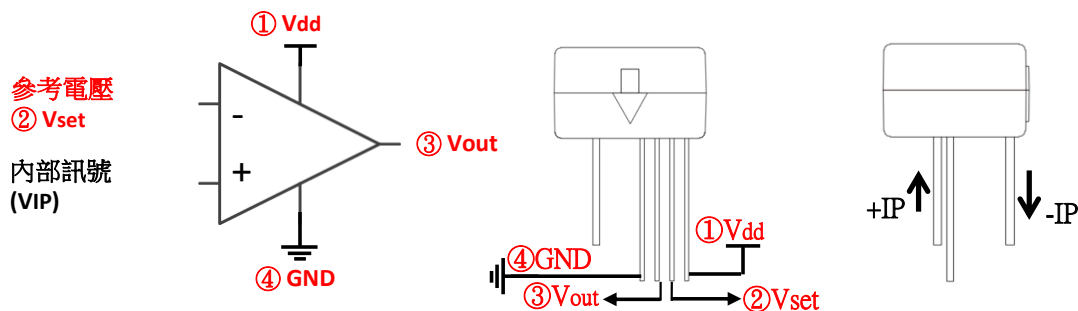

Fig. 2
3. 設定過電流值:  $V_{set}$  與  $V_{out}$  開路, 如圖 Fig. 2, 於  $V_{set}$  接腳輸入上述量測電壓值。 $V_{IP}$  為內部 Hall 感測訊號, 會根據 IP 電流呈線性變化。
2.1 設定參考電壓  $V_{set}$ :  $V_{set}$  與  $V_{out}$  開路，如圖 Fig. 2，在  $V_{set}$  接腳輸入電壓範圍  $0 \sim V_{dd}$ 。